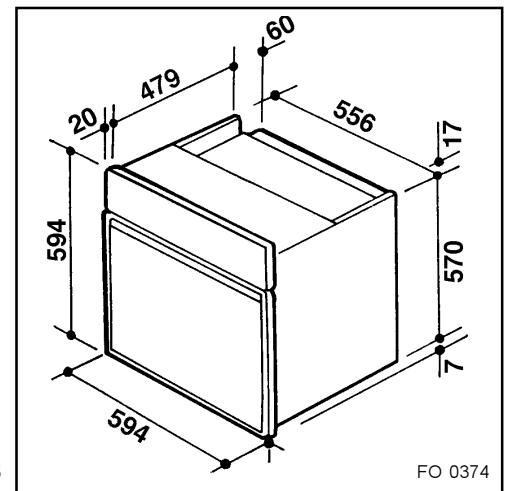

Fig. 13
- **Dimensions de l'appareil (Fig. 13)**